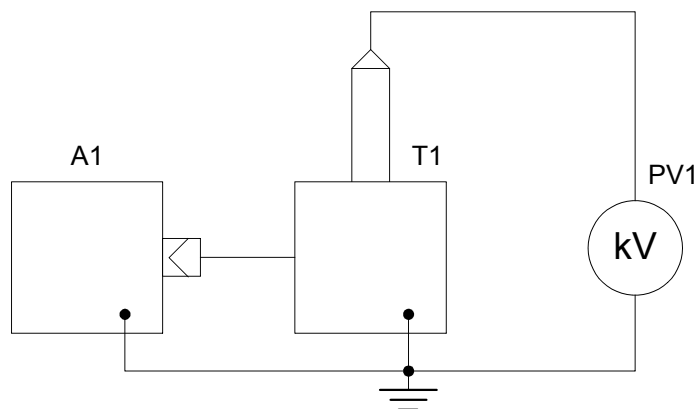

Рис. 3. Схема для определения погрешности измерения переменного напряжения
8.10.1. Определение погрешности измерения переменного напряжения производите по схеме рис. 3.